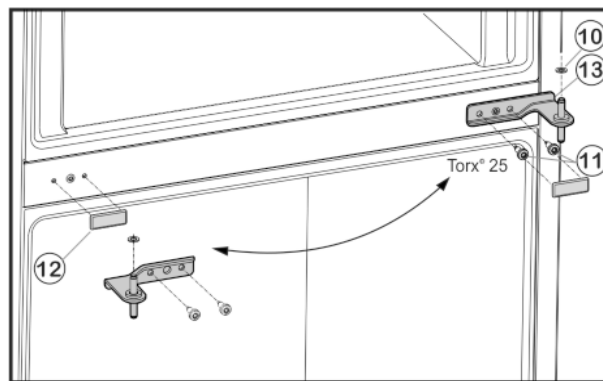

Fig. 6
- ▶ Odvijte pričvrstne vijke Fig. 6 (11) (2 puta Torx® 25) i izvucite podložak ležaja u sredini iz donjih vrata.
- ▶ Skinite plastičnu pločicu Fig. 6 (10).
- ▶ Oprezno skinite poklopac Fig. 6 (12).
- ▶ Ponovo stavite poklopac Fig. 6 (12) na suprotnoj strani.
- ▶ Podložak ležaja u sredini Fig. 6 (13) umetnite u donja vrata okrenut za 180° pa ga pričvrstnim vijcima Fig. 6 (11) (2 puta Torx® 25) **pritegnite čvrsto (s 4 Nm)** na novu stranu šarki.
- ▶ Ponovo postavite plastičnu pločicu Fig. 6 (10).
- ▶ Stavite gornja vrata na podložak ležaja u sredini *Fig. 6 (13)*.